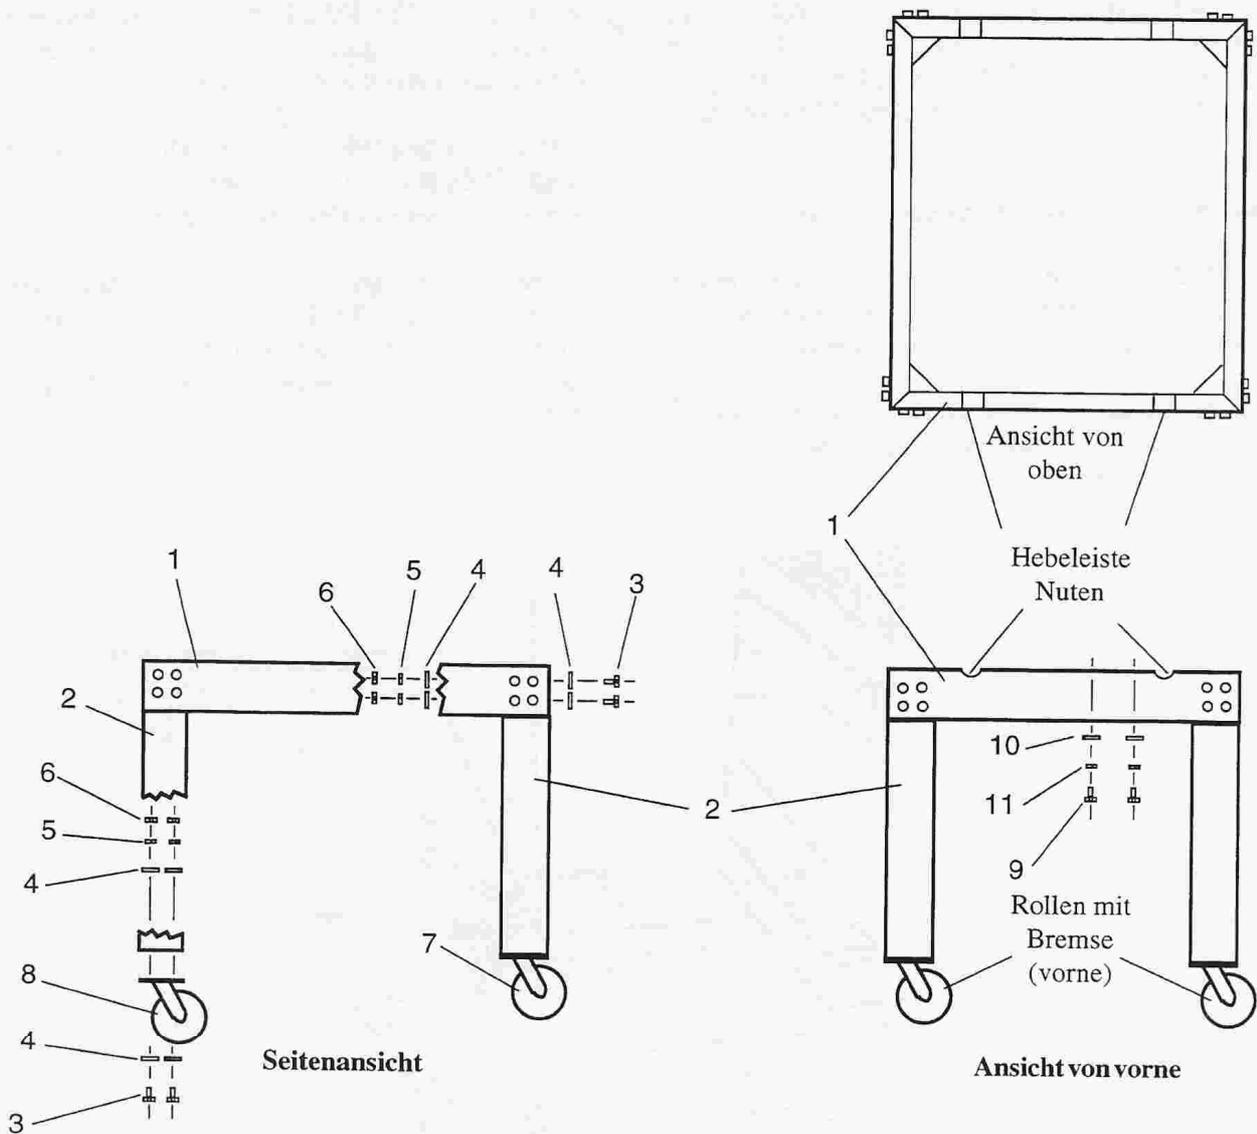

Abbildung 2-2
1. Den Karton mit dem unteren Ofen aufsuchen. Den Inhalt herausnehmen und auf Vollständigkeit überprüfen. Die Teileliste ist im folgenden und in Abbildung 2-2 angeführt.
2. Den Rahmen (Pos. 1, Abb. 2-2) verkehrt auf den Boden legen und die vier Beine (Pos. 2) mit den 32 Sechskantbolzen (3/8-16 x 1 Zoll, Pos. 3), den 64 Unterlegscheiben (3/8 Zoll, Pos. 4), den 32 Sicherungsscheiben (3/8 Zoll; Pos. 5) und den 32 Sechskantmutter (3/8-16 Zoll; Pos. 6) befestigen. Siehe Abb. 2-2.
3. Die vier Rollen an den Beinen befestigen. Es gibt zwei Rollen mit Bremsen (Pos. 7) und zwei ohne Bremsen (Pos. 8). Die beiden Rollen mit Bremsen müssen an der Seite des Stands mit den Hebenuten angebracht werden (siehe Abb. 2-2). Die Seite mit den Rollen mit Bremsen wird damit zur Vorderseite des Stands. Die vier Rollen mit den 16 Sechskantbolzen (3/8-16 x 1 Zoll; Pos 3), 32 Unterlegscheiben (3/8 Zoll; Pos. 4), 16 Sicherungsscheiben (3/8 Zoll; Pos. 5) und 16 Sechskantmutter (3/8-16 Zoll; Pos. 6) befestigen. Siehe Abb. 2-2.
8. Den Ofen mit den vier verbleibenden Bolzen, Unterlegscheiben und Sicherungsscheiben an den beiden Löchern auf der rechten und linken Seite des Stands und den Gewindelöchern in der Ofenunterseite befestigen. Siehe Abb. 2-2.